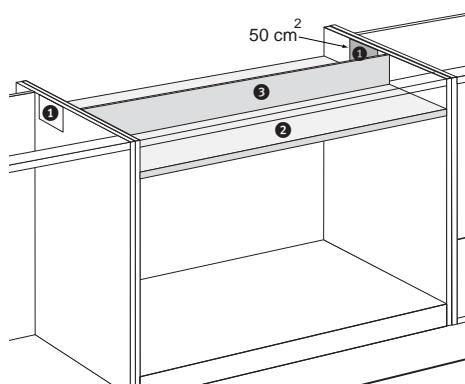

Abb. 12
- Sägen Sie die Belüftungsöffnung(en) aus, so dass die Gesamtfläche der Öffnungen minimal  $100 \text{ cm}^2$  beträgt. Siehe hierzu z.B. Abbildung 12 mit 2 Öffnungen von je  $50 \text{ cm}^2$ .